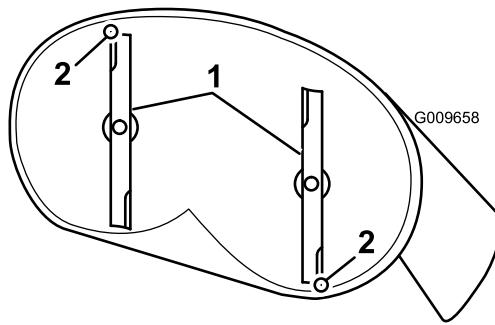
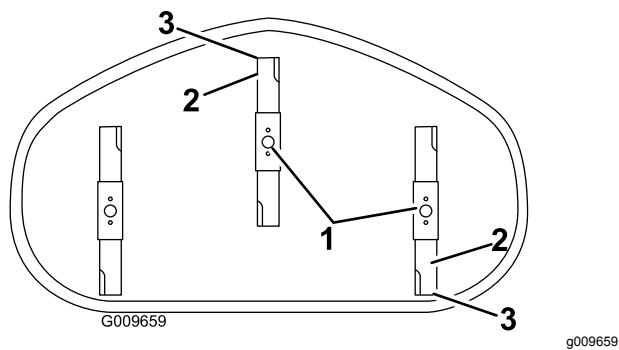

図 71
図 72
4. 注意深くブレードを回転させて、ブレードを前後方向に向ける 図 71と 図 72。
5. 前方のブレードの前端の刃先から平らな床面までの距離を測定する。同様に、後方のブレードの後端の刃先から平らな床面までの距離を測定する図 71と図 72。
9. 調整ができたら、もう一度前後の傾きをチェックし、傾きが適正になるまで前端での刃先の高さが後端での高さよりも 1.6-7.9 mm 低い前部ロックナットでの調整を続ける図 71と図 72。